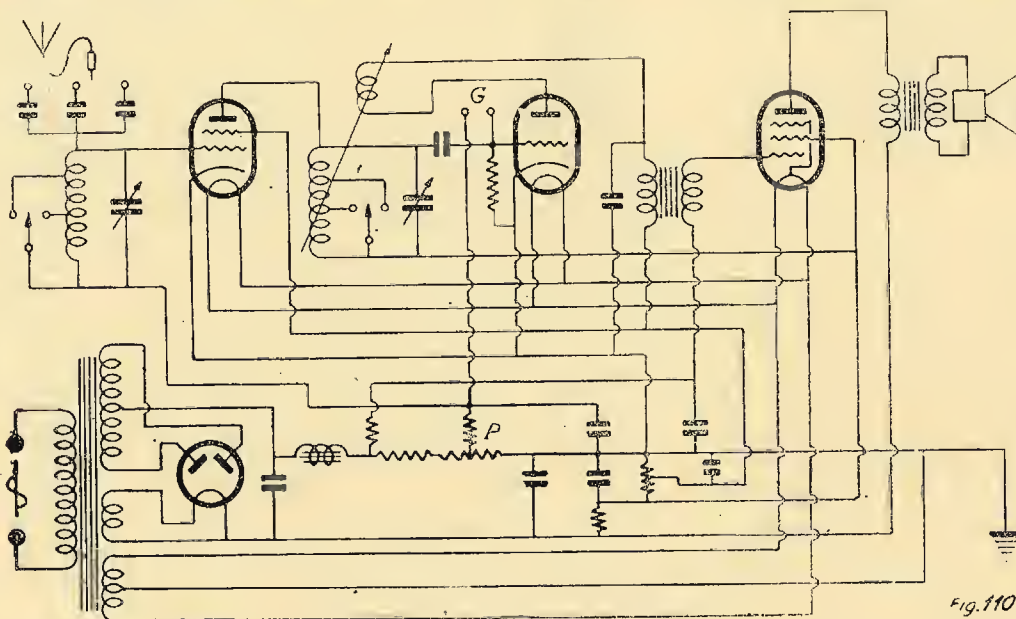

Fig. 110
C) *Ricevitore a tre valvole ad alimentazione completa con corrente alternata.* — Lo schema di questo apparecchio è indicato dalla fig. 110. Esso assomiglia assai a quello della fig. 106, soltanto che l'apparecchio di tensione anodica, incorporato al resto del ricevitore, fornisce le tensioni di placca necessarie, come pure le tensioni negative di griglia. Il potenziometro P rende regolabile la tensione di griglia della valvola ad alta frequenza, e costituisce, nel tempo stesso, una parte della resistenza della valvola di uscita.